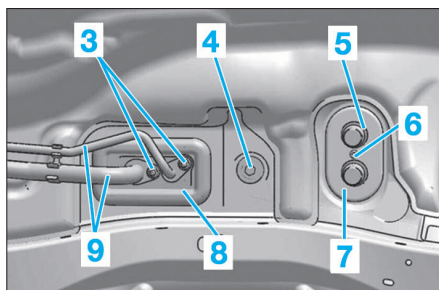

FIG. 30
- Déposer les écrous (3) (Fig.30).